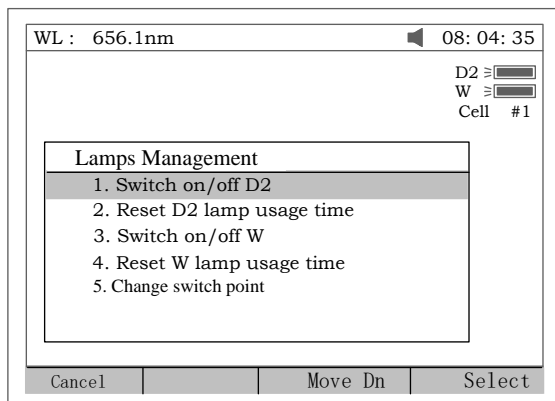
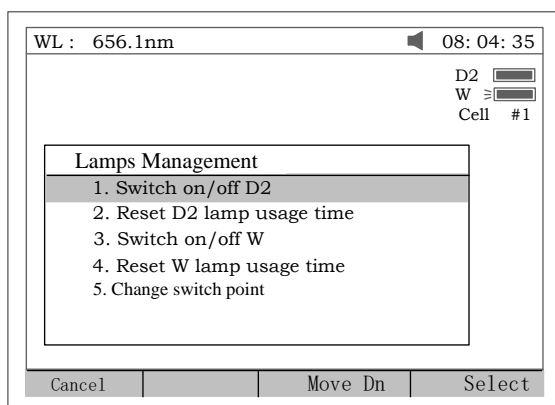
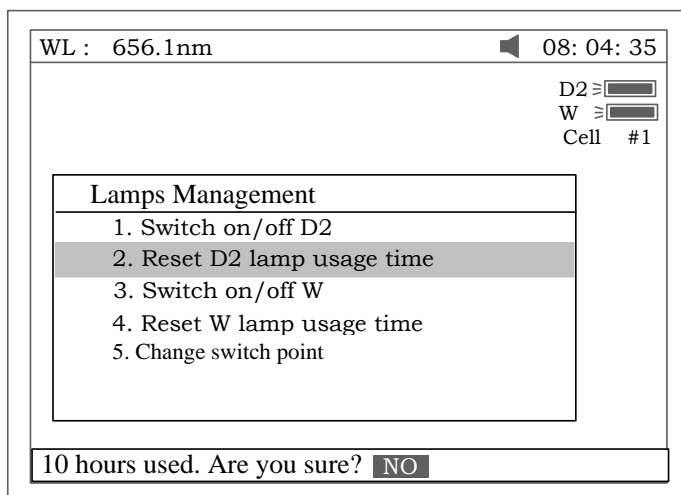
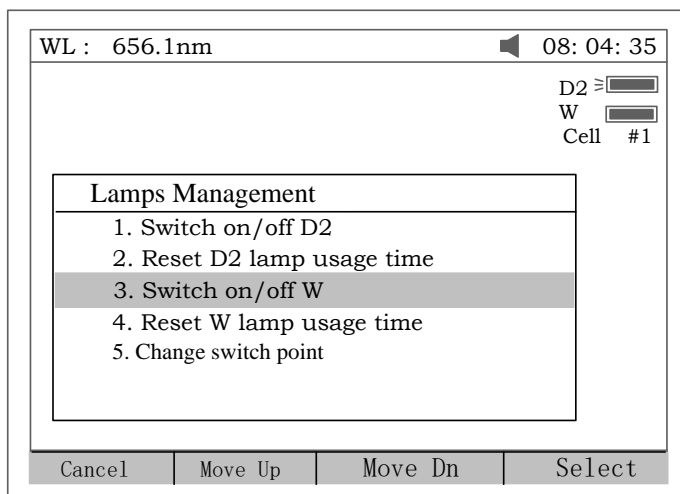

Рис. 78
Рис. 79
Рис. 80
Рис. 81
Для настройки параметров лампы нажмите клавишу [3] (Рис. 78). Для отмены нажмите клавишу [Отмена] ([ESC]).
1. В окне, показанном на Рис.78 нажмите клавишу [1] чтобы переключить вкл/выкл дейтериевую (D2) лампу (Рис. 79). Обратите внимание на значок D2 лампы вверху справа на экране.
2. Для сброса времени работы дейтериевой лампы нажмите клавишу [2] в окне, показанном на Рис.78 (Рис. 80). Используйте клавиши [↓] и [↑] чтобы выбрать опции «Yes» или «No» и затем нажмите клавишу [Ввод](ENTER).
3. Для переключения вкл/выкл вольфрамовой лампы, в окне, показанном на Рис.78 нажмите клавишу [3]. Обратите внимание, при включении вольфрамовой лампы вверху справа на экране отобразится значок W (Рис. 81).
4. Для сброса времени работы вольфрамовой лампы нажмите клавишу [4] в окне, показанном на Рис.78 (Рис. 82). Используйте клавиши [↓] и [↑] чтобы выбрать опции «Yes» или «No» и затем нажмите клавишу [Ввод](ENTER).
5. Для смены значения длины волны в точке переключения ламп (вольфрамовой и дейтериевой) нажмите клавишу[5] в окне, показанном на Рис.78 (Рис. 83).